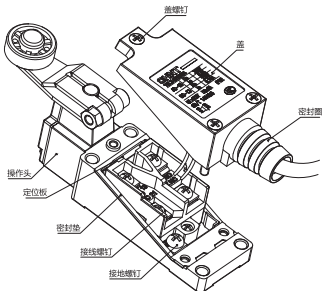
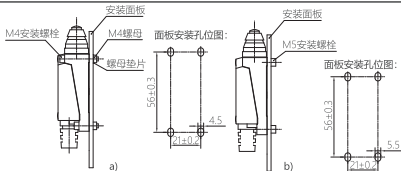

图10 布线示意图
图11 YBLX-ME安装示意图
7.2.1 安装：松开3颗盖螺钉→如需调整操作头位置，见7.2.2→按图10接线→拧紧盖螺钉（密封垫必须正确装回）→按图11安装，安装可采用a) 或b) ,M4安装螺栓拧紧力矩（1.2~1.4）N·m, M5安装螺栓拧紧力矩（1.8~2.2）N·m。